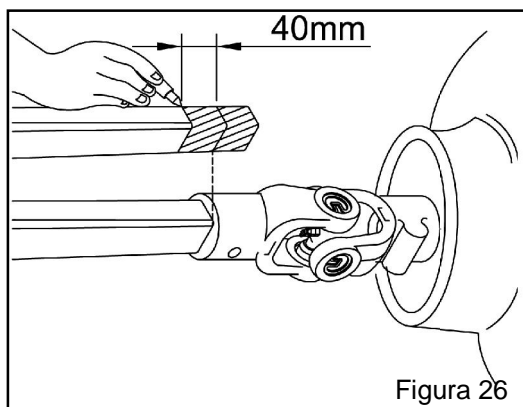

Figura 26
- Efectúe el corte en los puntos marcados conforme la orientación (Figura 26 a 28), después del corte haga el acabado en las partes con lima y lubrique con una capa fina de grasa. (Figura 29). Efectúe el corte necesario en el tubo de la capa de protección. Monte nuevamente la capa de protección en el cardán.